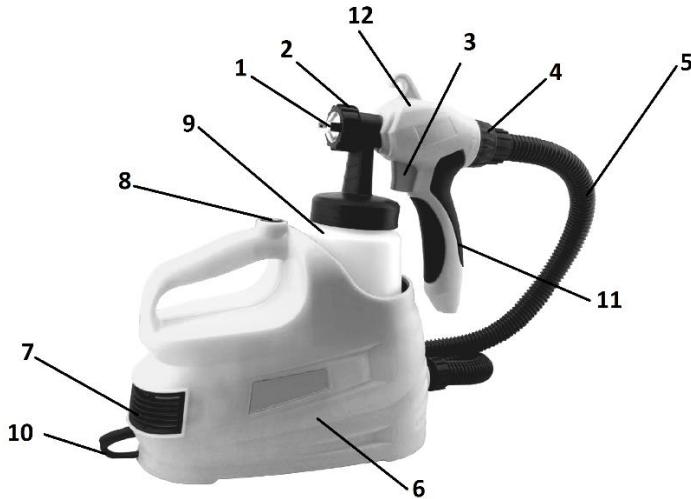

Рисунок 1
- перевірити стан повітряного фільтра під кришкою (7, рис.1) і за необхідності замінити, з'єднати усі частини виробу;
4.2 Виберіть необхідний режим роботи виробу за допомогою повітряної головки с соплом (1) та регулятора розходу матеріалу (4) (див. рисунок 1), для увімкнення блока нагнітання повітря натисніть кнопку «увім/вимк» (8). При натисканні куркової клавіші вимикача (3), матеріал через сопло подається для розпилення. Для зупинки розпилення - відпустити клавішу вимикача, для вимкнення виробу необхідно натиснути кнопку «увім/вимк» (8).